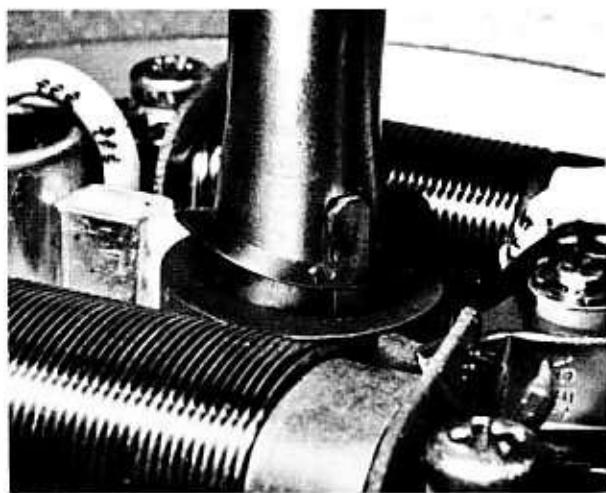

Bild 41
- Den Schmierfilz des Unterbrechernockens mit einem bis zwei Tropfen Maschinenöl versehen und den Unterbrechernocken auf den Kurbelwellenstumpf aufschieben. Der Nocken muss richtig über dem Wellenkeil sitzen. Beim Auflegen der Wellenscheibe auf den Ausschnitt für den Keil achten (Bild 41).